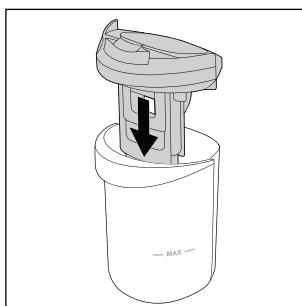

Fig. 29
- ◆ Repositionnez le couvercle du réservoir d'eau sale ⑨ sur le réservoir d'eau sale ② (voir fig. 29).